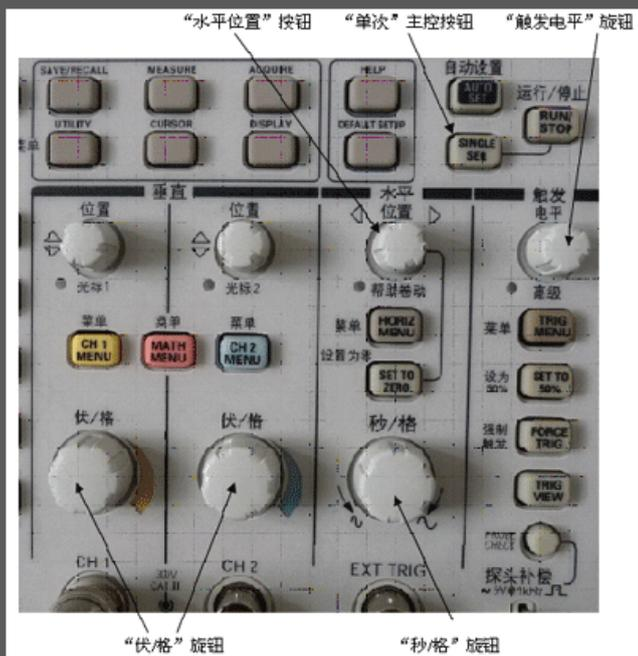
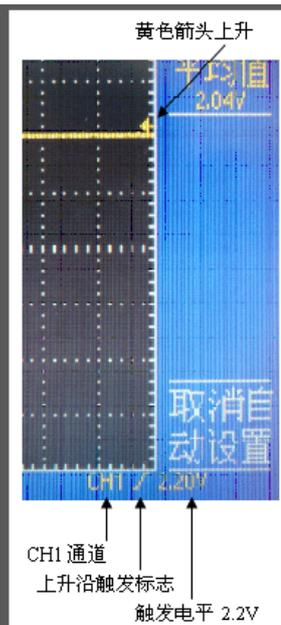
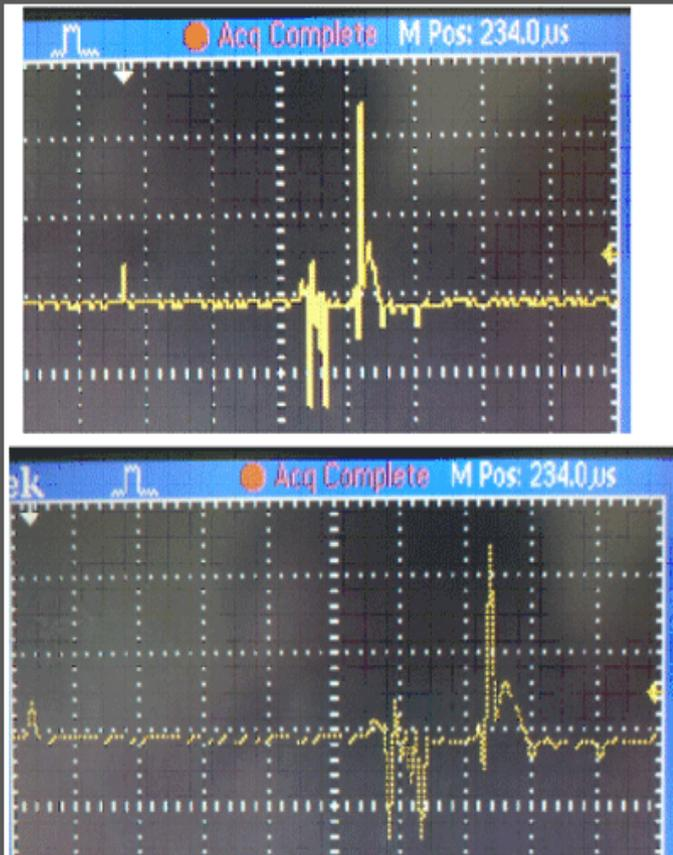

图7 仪器面板部分按钮功能说明
图8 触发电平指示
图11 两个不同位置的被捕获脉冲波形
2. 调整仪器面板右侧“触发电平”旋钮，如图7所示，设定捕捉脉冲电平比信号电平稍高一点，这里设定稍高0.20V，也就是说，只要出现高于2.20V以上的脉冲都能捕捉到。在调整仪器面板右侧“触发电平”旋钮的同时，屏幕上的黄色箭头跟着上移；同时屏幕下方显示“2.20V”字样和“上升沿触发”等标志，如图8所示。
4. 按一下“单次(SINGLE)”主控按钮(参见图7)准备捕获触发脉冲, 屏幕白色箭头上显示“Ready”字样, 表示准备好了。
6. 这个被捕获的尖脉冲形将被数字存储示波器保存下来, 供我们作进一步的分析和研究, 只要调整面板上的“秒/格”和“伏/格”等旋钮(参见图7), 即可放大和移动被捕获的脉冲波形位置, 图11为两个不同位置的被捕获脉冲波形, 但它们都离X轴原点234.0μs处, 见图11屏幕上方“M Pos: 234.0μs”所示。